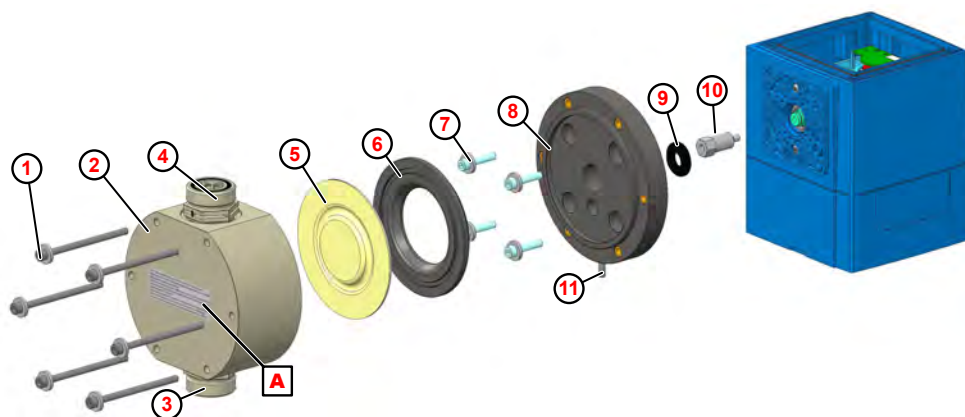

Fig. 104: Sostituzione di testa pompa, membrana e membrana protettiva
1. ➤ Svitare la valvola di aspirazione e di mandata (Fig. 104 , ③ e ④).
2. ➤ Allentare e togliere le viti della pompa testa ① .
3. ➤ Togliere la testa pompa ② .
4. ➤ Svitare la membrana ⑤ .
5. ➤ Rimuovere la piastra intermedia ⑥
6. ➤ Allentare le viti di ritegno per la piastra adattatore ⑦ e toglierle.
7. ➤ Smontare la piastra adattatore ⑧ .
8. ➤ Togliere la membrana protettiva ⑨ .
10. ➤ Inserire la piastra adattatore in modo tale che l'elemento di uscita membrana ⑪ sia rivolto verso il basso.